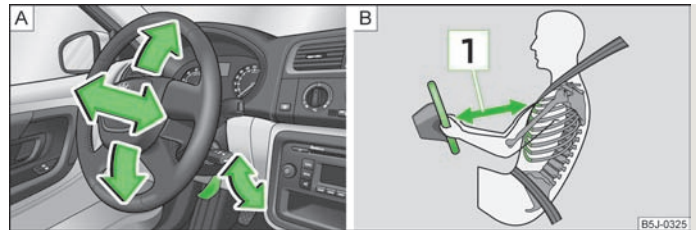

Abb. 75 Verstellbares Lenkrad: Hebel unter der Lenksäule / Sicherer Abstand zum Lenkrad
- Den Hebel unter dem Lenkrad nach unten schwenken » Abb. 75 - A.